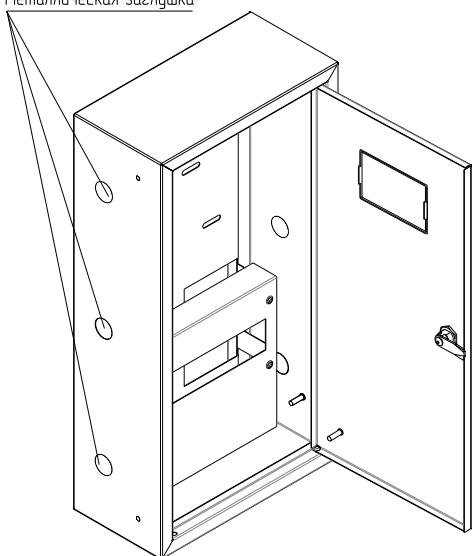

Рисунок 8
4.5.6 Удалить на левой или правой поверхности (в зависимости от того, какая будет примыкать к коробу КЭТ) заглушки отверстий или одного отверстия, если ввод и вывод проводов будет осуществляться в ЯУР/ЯУ через одно отверстие (рисунок 8). Контур полученного отверстия не должен иметь заусенцев и острых кромок.